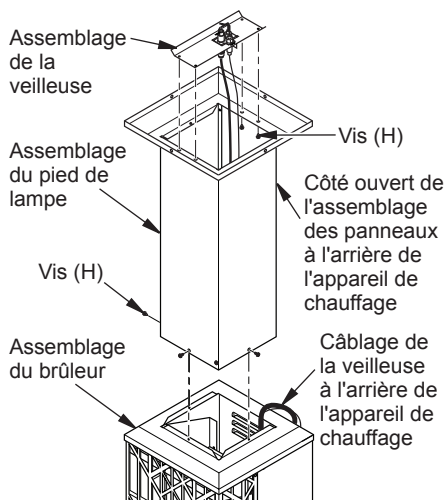

Figure 6 - Raccordement du pied de lampe et de l'assemblage du brûleur
4. Placez l'assemblage de la veilleuse sur le pied de lampe comme illustré à la figure 6, page 7. Fixez avec 4 vis (H). Vérifiez que les fils sont bien raccordés avant de poursuivre.
- Placez l'assemblage des panneaux et de la collerette du pied de lampe sur l'assemblage du brûleur en alignant l'arrière de chaque assemblage. Voir figure 6. Fixez avec 3 vis (H).